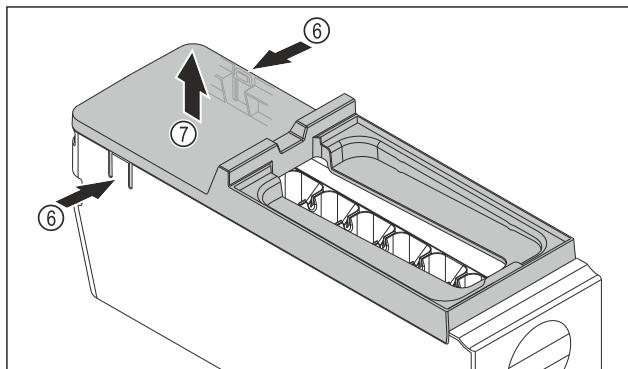

Fig. 107
- ▶ Odstráňte kryt korpusu EasyTwist-Ice: strmeň Fig. 107 (6) na oboch stranách korpusu EasyTwist-Ice zatlačte rukou.
- ▶ Kryt Fig. 107 (7) odoberte druhou rukou smerom nahor.